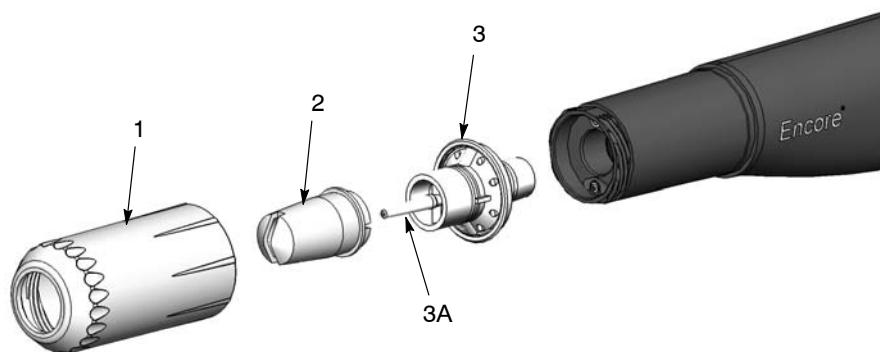

Рис. 4-1 Снятие и установка плоскофакельной форсунки
1. См. рис. 4-1. Отвернуть гайку форсунки (1) против часовой стрелки.
2. Снять плоскофакельную форсунку (2) с узла электрода (3).